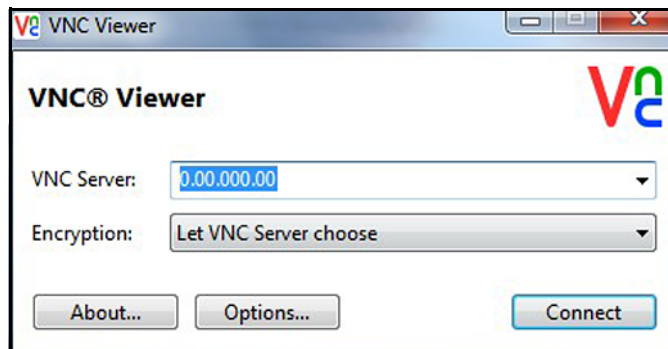

Figura 74: La schermata VNC Viewer
5. Dal **PC**, portarsi nel sito Web **RealVNC** e scaricare *VNC Viewer*. Avviare quindi *VNC Viewer* e quando richiesto immettere l'Indirizzo IP di moisture.IQ annotato (Figura 74). Fare clic sul pulsante **Connect** (Connetti).